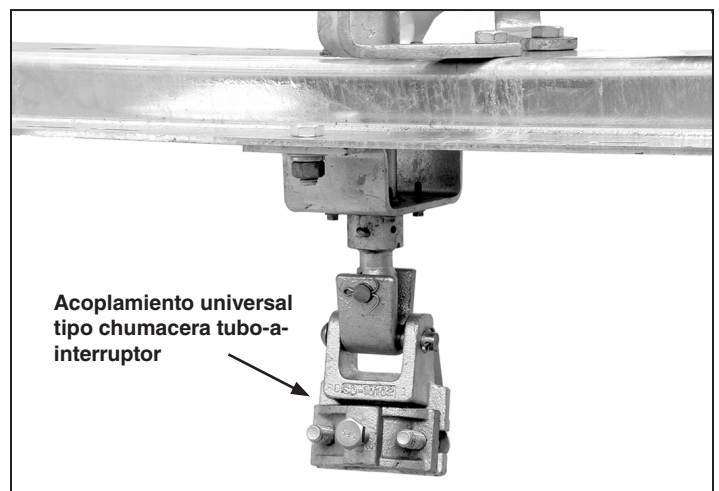

Figura 3. Acoplamiento universal.
**PASO 3.** Coloque un acoplamiento universal a la flecha giratoria del polo del interruptor que conectará con el tubo de operación vertical como se indica en el plano de montaje. Vea la Figura 3. En la base de este mismo polo del interruptor, instale una ménsula para tope de apertura. Vea el Detalle G en el plano de montaje. Ajuste el tornillo de tope para que tenga una apertura de 90 grados.